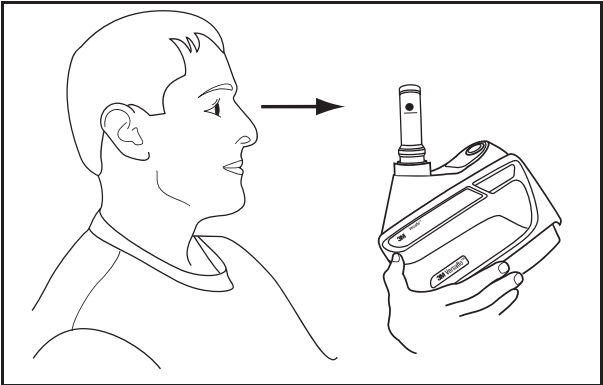

Fig. 15-2 Vérification du débit d'air
- Avec le débitmètre en position verticale, s'assurer que le bas de la bille flottante est vis-à-vis ou au-dessus de la marque de débit minimal indiquée par la lettre correspondant à votre « zone » (Fig. 15-2). Pour obtenir une lecture exacte, le débitmètre doit se trouver en position verticale.